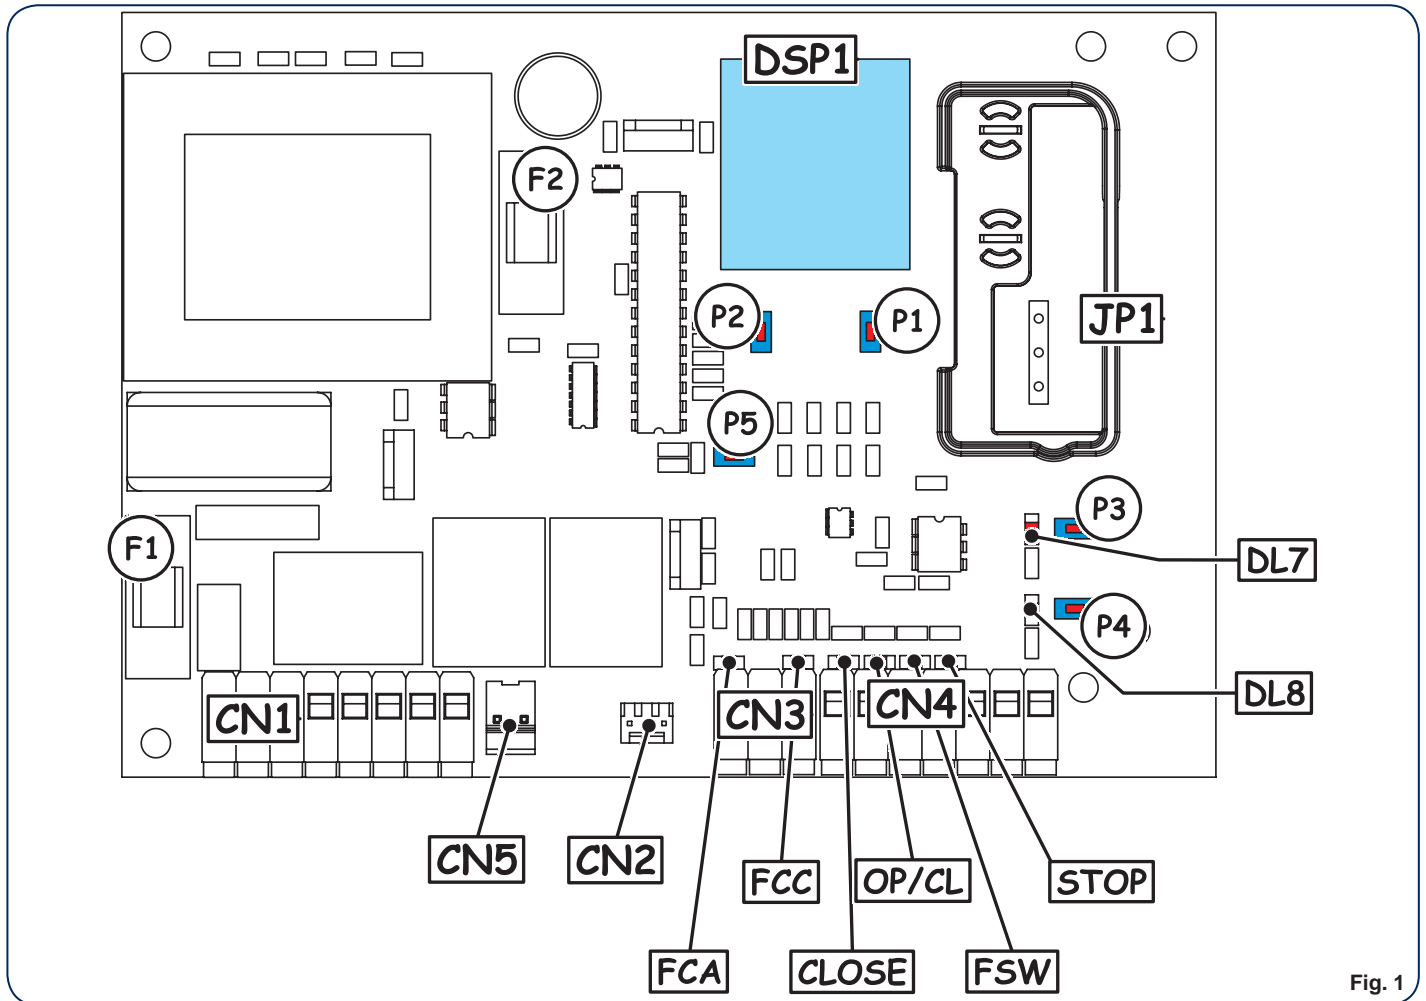

Fig. 1
4. LAY OUT SCHEDA (Fig. 1)	pag.2
## 4. LAY OUT SCHEDA (Fig. 1)